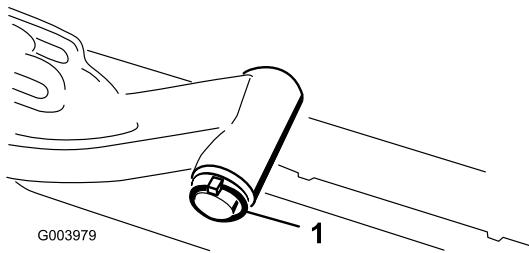

Bild 8
- A. Nehmen Sie den Klappstecker und die Scheibe ab, mit denen die Gelenkwelle des Hubarms am Hubarm befestigt ist. Schieben Sie die Gelenkwelle des Hubarms aus dem Hubarm (Bild 8).
- C. Setzen Sie die Hubarmwelle in den Hubarm ein und befestigen Sie sie mit der Scheibe und dem Klappstecker (Bild 8).